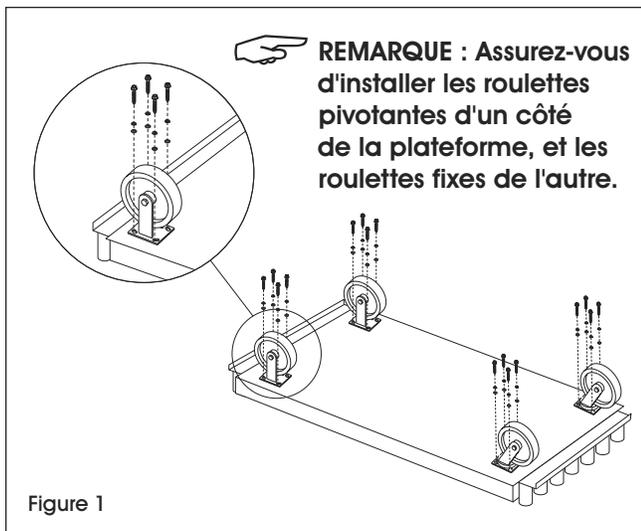

Figure 1
1. Place deck on a smooth, non-marring surface with top side down. Mount rigid and swivel casters to deck with washers, lock washers and bolts. Secure with 9/16" socket wrench. (See Figure 1)
1. Placez la plateforme sur une surface lisse et non marquante, face vers le sol. Fixez les roulettes fixes et pivotantes à la plateforme à l'aide de rondelles, de rondelles de blocage et de boulons. Serrez-les avec une clé à douille de 9/16 po. (Voir Figure 1)